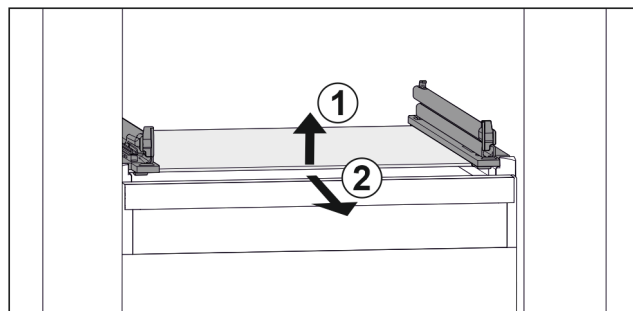

Fig. 153 Klaasplaadi näitlik kujutis
- ▶ Tõstke klaasplaat eest üles. Fig. 153 (1)
- ▶ Võtke klaasplaat ettepoole välja. Fig. 153 (2)